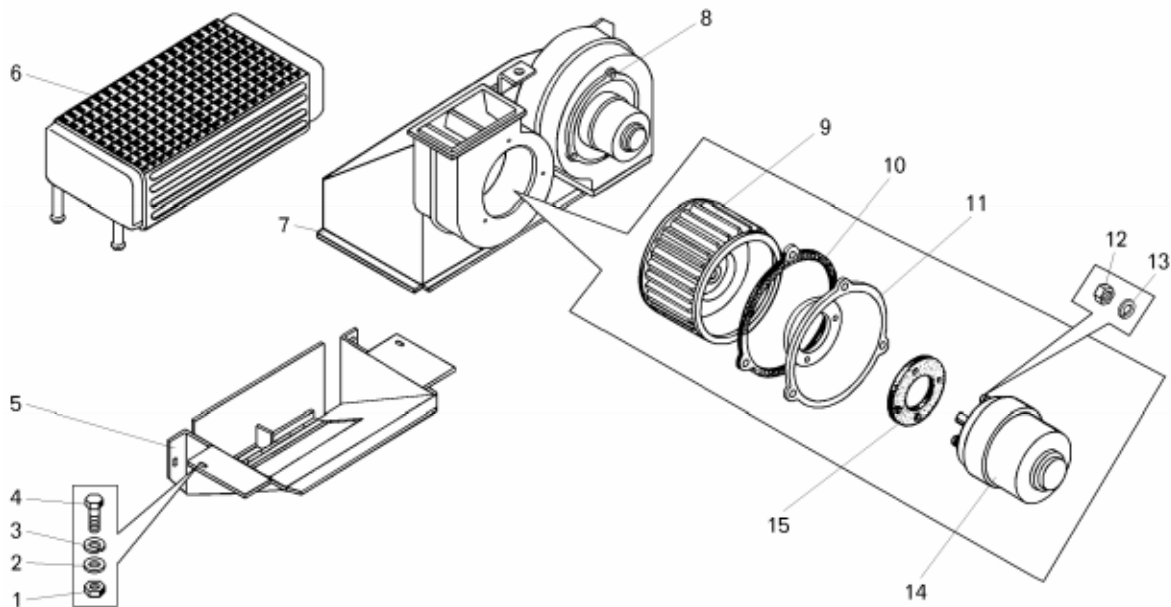

Рисунок 13.11 – Отопитель кабины:
- отвернуть болты 8 (рисунок 13.11) и извлечь из кожуха отопителя 7 электродвигатель 14 с ротором вентилятора 9;